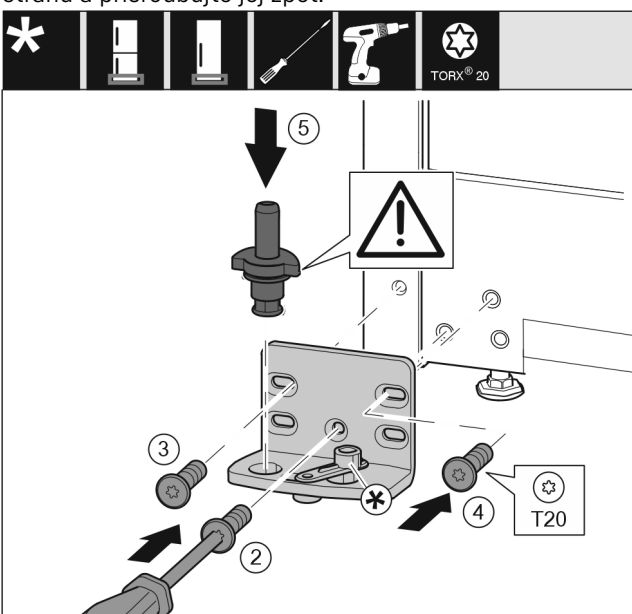

Fig. 15
- Nasadte stojan ložiska na druhé straně a přišroubujte pomocí šroubováku. Začněte šroubem Fig. 15 (2) dole uprostřed.
- Utáhněte šroub Fig. 15 (3) a šroub Fig. 15 (4).
- Zcela vložte ložiskový čep Fig. 15 (5). Přitom dávejte pozor, aby zajišťovací vačka směřovala dozadu.